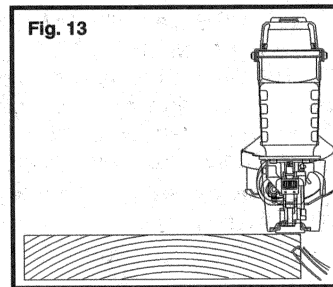

Fig. 13
22. NO META LOS SUJETADORES MUY CERCA del canto del trabajo. Es posible que la pieza en elaboración se parta y que el sujetador se salga o rebote causando una herida personal. Fig. 13.